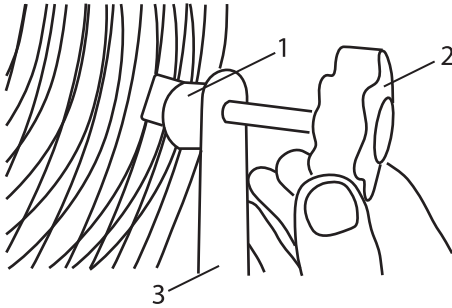

Рис. 3
5. Установите резиновые шайбы с двух сторон между каркасом и опорой (рис. 3). Затяните барашковые винты.